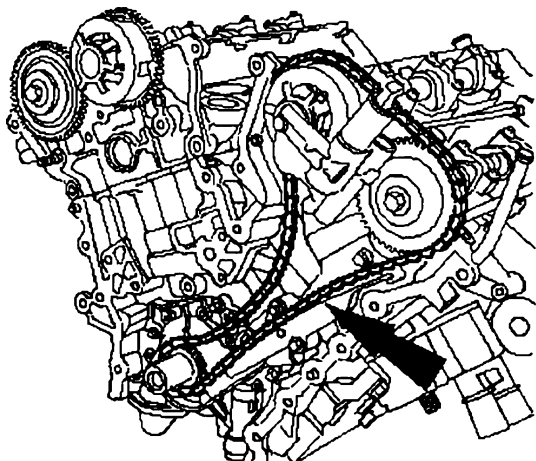

图 11-21 安装左侧正时链条
6) 确保曲轴键槽位于 11 点钟位置, 左侧进气凸轮轴链轮上的正时标记位于 9 点钟位置, 左侧排气凸轮轴链轮上的正时标记位于 2 点钟位置。如图 11-21 所示, 安装左